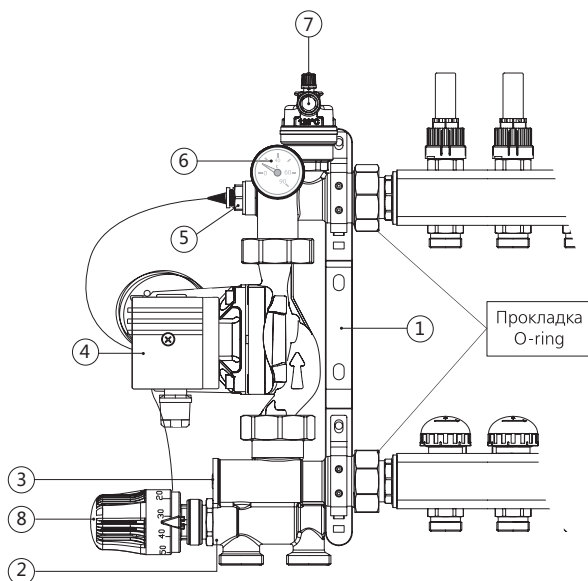
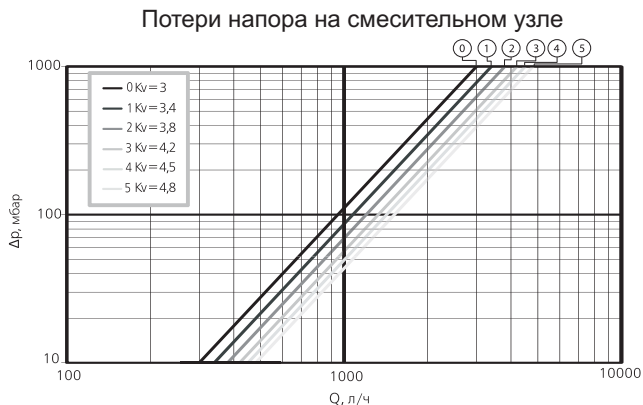

Рис.1
Рис. 3
2. при помощи монтажного кольца головки закрепите её на смесительном клапане (рис. 1 поз. 2);
3. поместите датчик в гнездо температурного датчика (рис. 1 поз. 5);
Согласно приведённой ниже диаграмме (рис. 3), расходу 1032 л/ч, соответствуют 6 разных кривых  $\Delta P_{valv}$  при разных настройках байпаса (рис. 1 поз.3): чем меньше открыт байпас, тем быстрее достигается требуемая температура на подаче, и наоборот, при максимально открытом байпасе увеличивается расход и одновременно сокращается колебание температуры подачи, связанное с открытием-закрытием различных зон, на которые разделяется система отопления.
Температура подачи низкотемпературного контура отопления задаётся на термостатической головке (рис. 1 поз.8), с диапазоном установки от 20 до 65 °С, и поддерживает постоянную благодаря действию термостатического клапана.